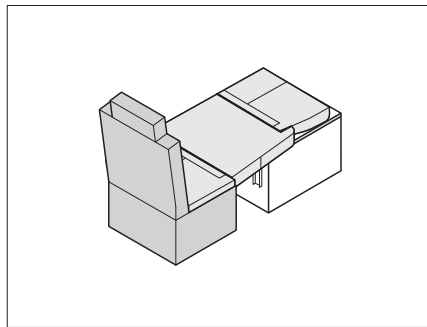

Fig. 229 Posicionar los cojines de asiento
- Colocar el cojín de asiento y el cojín adicional en la mesa bajada como se muestra en Fig. 229.